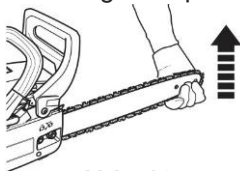

Abb. 10
- 2) Heben Sie die Spitze des Führungsschwerts (13) an und halten Sie sie in dieser Position bei der Einrichtung der Spannung (Abb. 10).